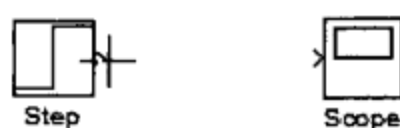

图 2.1.16 手动连线
② 手动连线: 用户也可以选择自己手动连线。把鼠标指针移动到第一个模块的输出端口, 这时鼠标指针的形状会变为一个十字, 如图 2.1.16 所示。